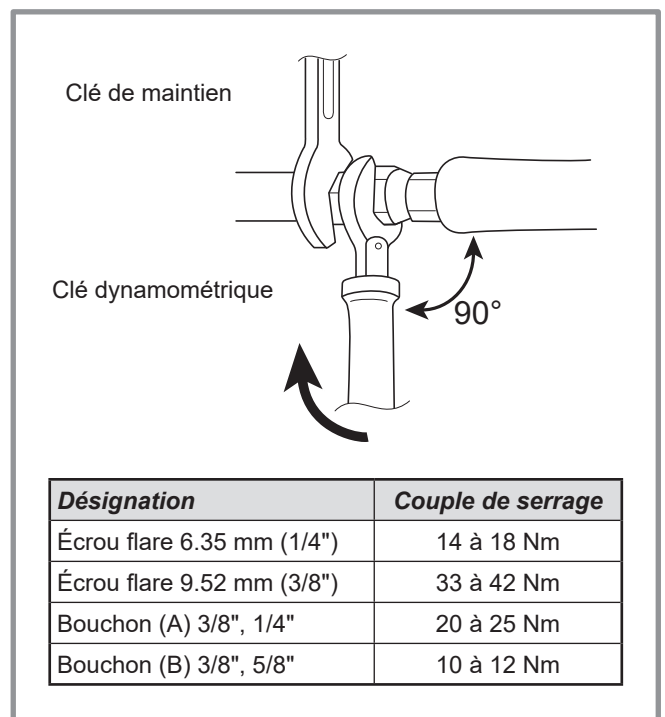

figure 24 - Couples de serrage
- Retirer les bouchons d'accès (A) aux commandes des vannes.
- Remonter les 2 bouchons d'origine (en s'assurant de leur propreté) et les serrer avec le couple de serrage indiqué au tableau figure 24, page 25. L'étanchéité dans les bouchons est réalisée uniquement métal sur métal.